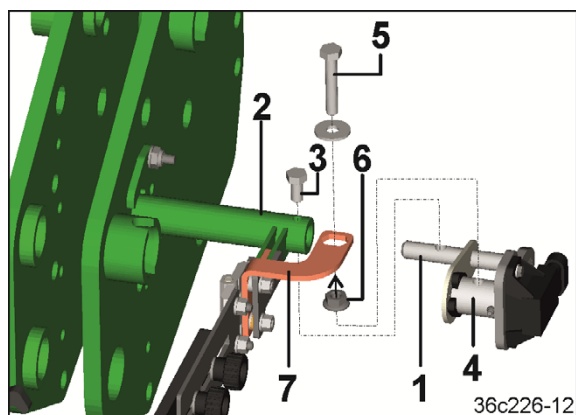

Рис. 113
7. Вставьте упор против проворачивания (Рис. 113/1) в крепление (Рис. 113/2) и зажмите винтом с шестигранной головкой (Рис. 113/3).
8. Соедините потенциометр (Рис. 113/4) при помощи винта с шестигранной головкой (Рис. 113/5) и шестигранной гайки (Рис. 113/6) с консолью (Рис. 113/7).